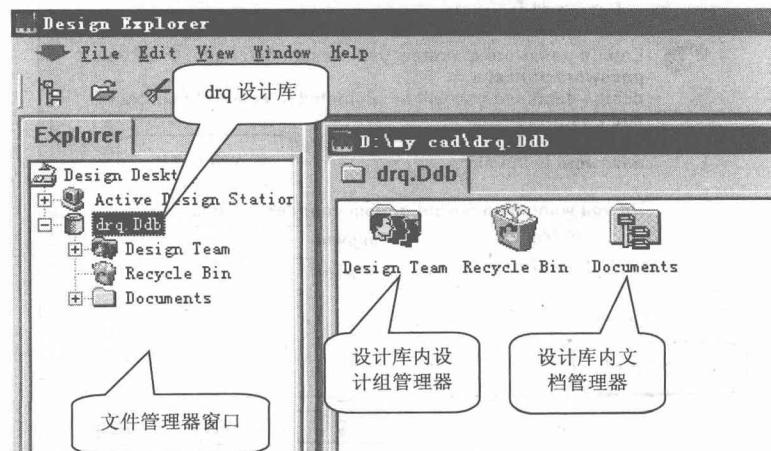

图 1.7 新建的 drq 设计管理器
(1) 在设计环境中，单击工具栏上的“打开”按钮，在 D:/MY CAD 中选中 drq.Ddb 文件，打开后进入 drq 设计库管理器界面，其操作方法与 Windows 资源管理器类似，如图 1.7 所示。